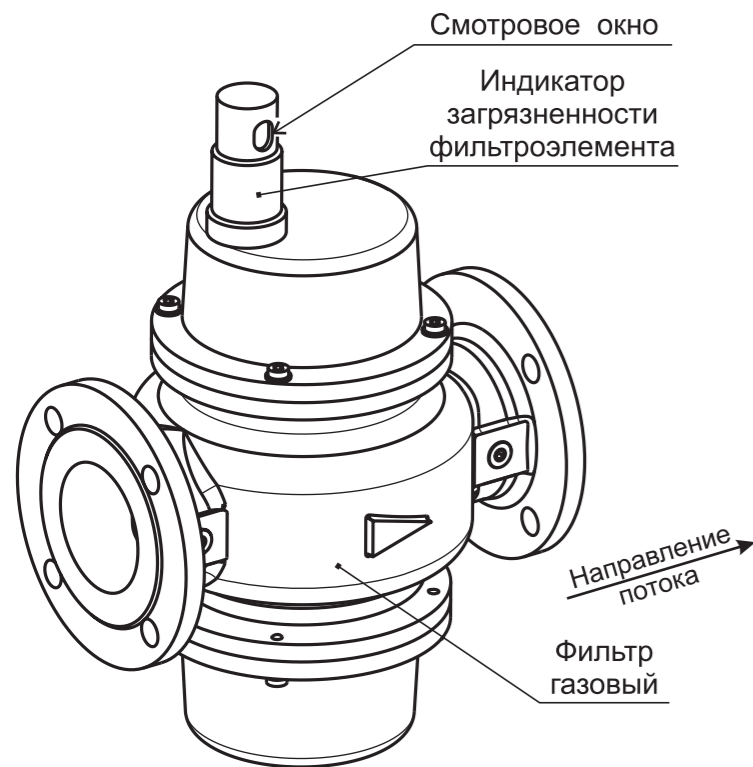

Рис. 22-18. Фильтр газовый с индикатором загрязненности фильтроэлемента механического типа
- полное перекрытие смотрового окна индикатора загрязненности (заполнение окна красным цветом) - см. рис. 22-18. Полное перекрытие смотрового окна соответствует перепаду давления 10 кПа;